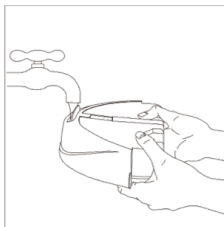

FIGURA 10
2. Abra la cubierta de la entrada de agua y vacíe el depósito de agua (Figura 10).